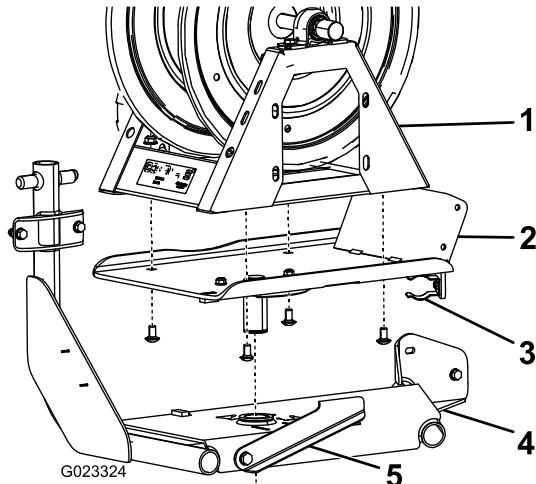

Figure 6
2. Fixez la plaque pivotante au bas du dévidoir au moyen de 4 boulons de carrosserie et de 4 écrous à embase (3/8 po) (Figure 6).
3. Passez la plaque pivotante dans le trou et sur le cadre du dévidoir (Figure 6).